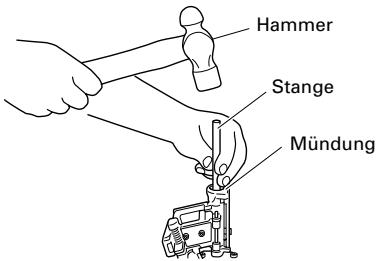

Abb. 11
- (1) Nehmen Sie die Nägel aus dem Magazin und öffnen Sie die Nagelführung. Führen Sie einen Stab in die Mündung ein und schlagen Sie leicht mit dem Hammer auf den Stab. (**Abb. 11**).